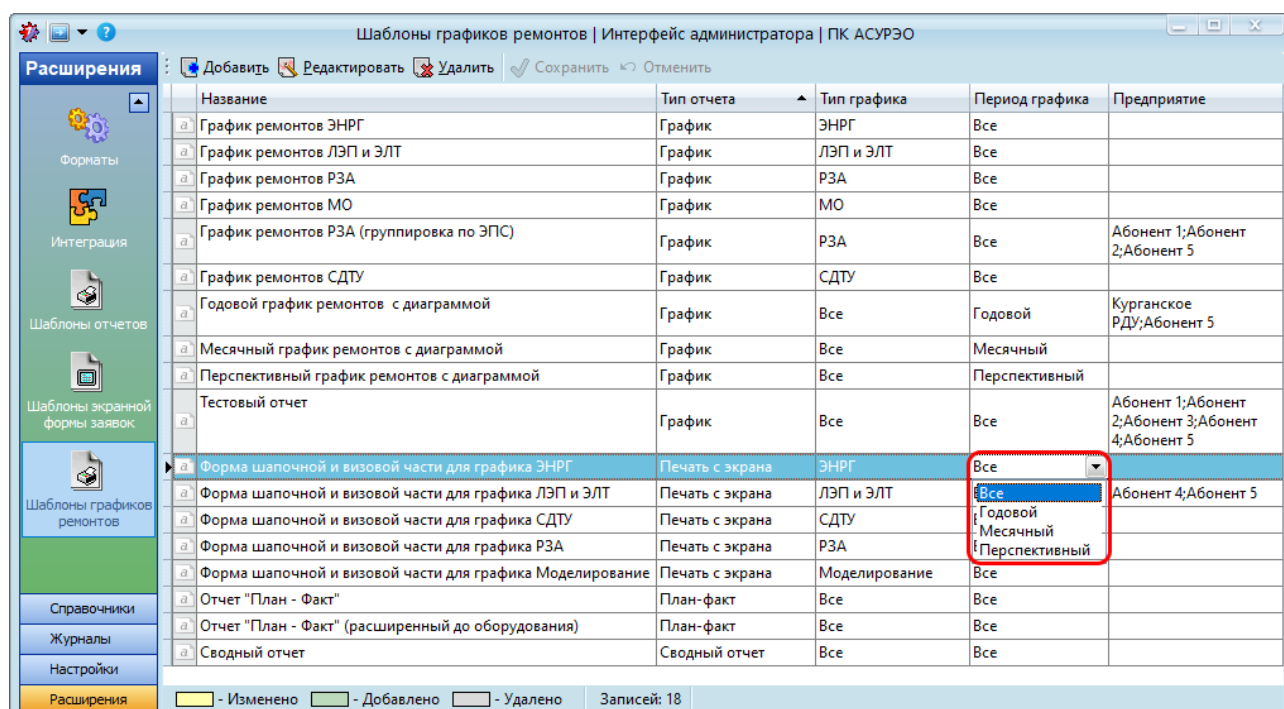

Рисунок 9.24 – Выбор периода графика для шаблона отчета
- в раскрывающемся списке «Период графика» выбрать пункт «ВСЕ» (для любого периода планирования), «Годовой», «Месячный» (Рисунок 9.24).